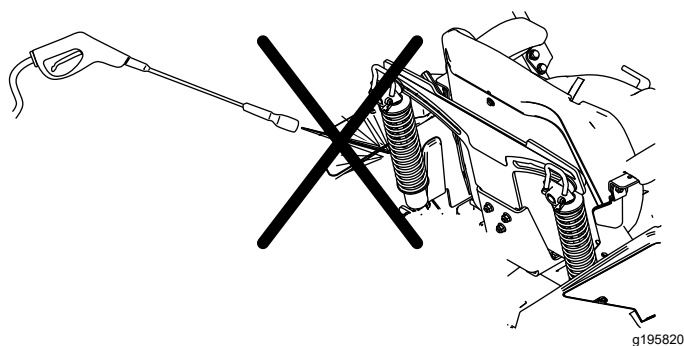

Figura 87
**Nota:** Non pulite i gruppi ammortizzatore con acqua sotto pressione (Figura 87).